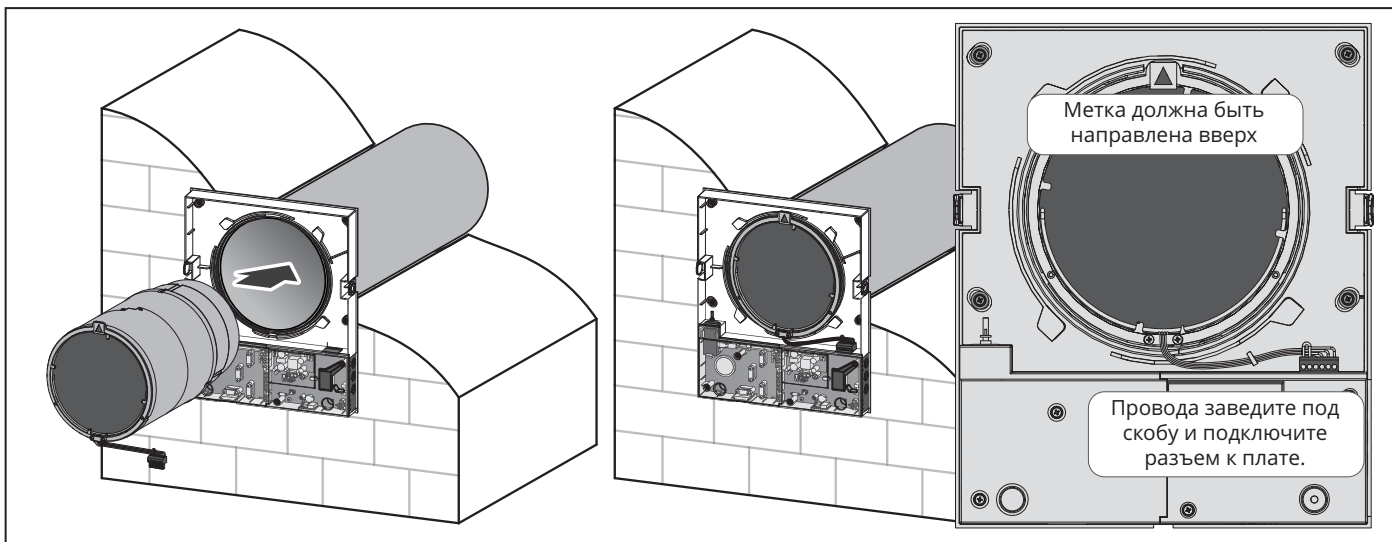

Рис. 11.
7. Установите картридж в воздуховод (см. рис. 11). Следите, чтобы метка указывала вверх. Затем подключите разъем к плате, закрепив